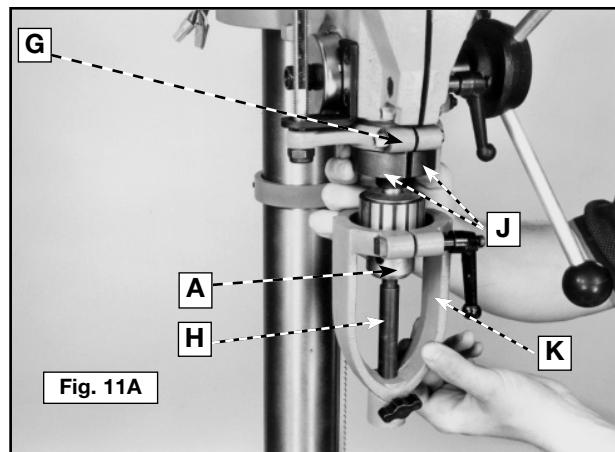
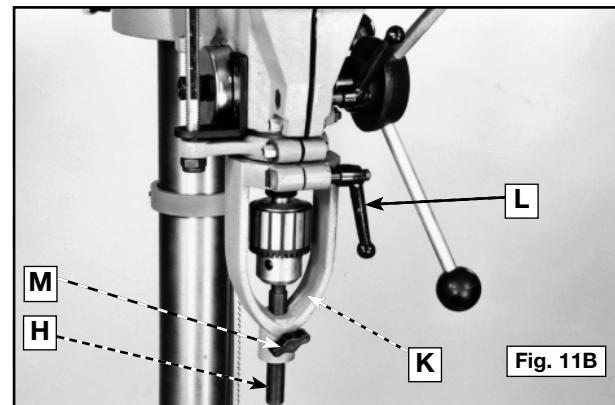

Fig. 11A
Fig. 11B
2. Insérer les douilles annulaires fendues de plus grand diamètre interne (J, fig. 11A) autour du fourreau et sous le collet d'arrêt (G). **IMPORTANT** : POUR LE MODÈLE DE PRESSE À COLONNE NO. 17-965, UTILISER LES DOUILLES ANNULAIRES FENDUES DE TAILLE MOYENNE. LES DOUILLES S'INSÉRENT AUTOEUR DU DIAMÈTRE LE PLUS PETIT DU FOURREAU.
3. Tout en maintenant les douilles annulaires fendues (J, fig. 11A) en position sur le fourreau, glisser le porte-bédane (K) au-dessus de la goupille d'alignement (H) et des douilles annulaires fendues (J). **IMPORTANT** : Avant de resserrer le levier de blocage (L, fig. 11B), s'assurer que la fente des douilles annulaires fendues (J, fig. 11A) s'aligne avec la fente sur le porte-bédane (K, fig. 11B). Serre la vis de serrage (M) sur la goupille d'alignement (H). Serrer le levier de blocage (L) autour des douilles annulaires fendues. **REMARQUE** : La poignée de blocage (L) est à ressort et peut être remise en place en en retirant puis en replaçant le moyeu du levier sur l'écrou situé directement sous le moyeu.
4. Une fois le porte-bédane (K, fig. 11B) assemblé sur la machine, desserrer la vis de serrage (M) et retirer la goupille d'alignement (H) de la broche. Poursuivre à la section « ASSEMBLAGE DU GUIDE SUR LA TABLE ».